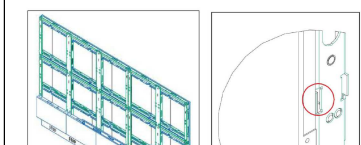

図21: 残りのキャビネットを最下段に取り付け
- 手順1~3を最初の段の残りの部分に対して繰り返します(図21参照)。